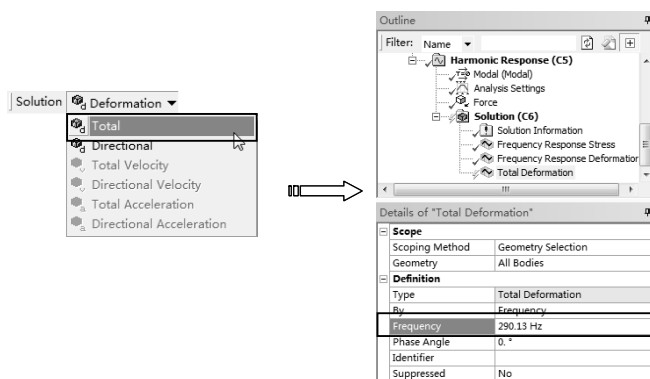

图 6-64 添加变形求解项
4) 求解变形。单击【Solution】工具栏上的【Deformation】|【Total】命令，此时在分析树中插入【Total Deformation】项，在详细设置窗口中设置【Frequency】为 290.13，如图 6-64 所示。